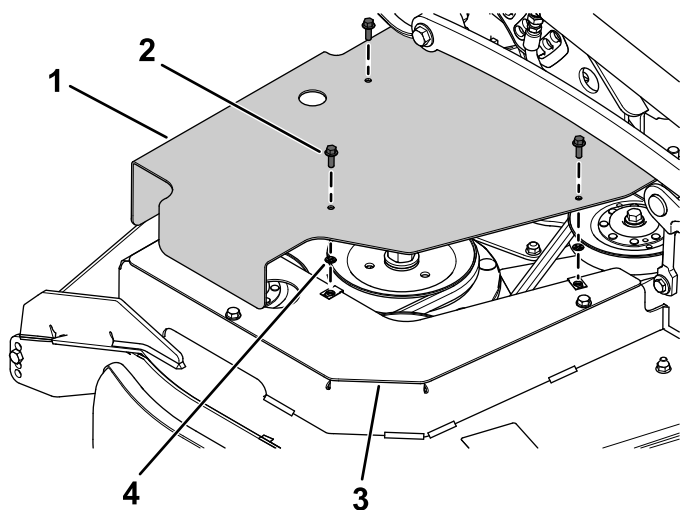

Figura 5
3. Fissate la protezione della puleggia destra alla protezione del montante della puleggia destra utilizzando 3 bulloni a testa flangiata ($\frac{1}{4}$ " x $\frac{3}{4}$ ") e 3 dadi in gabbia (Figura 5).